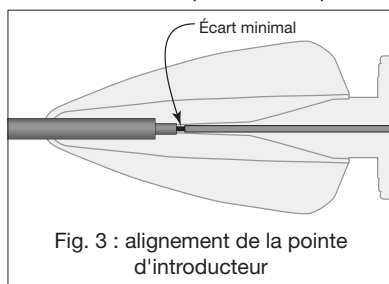

Fig. 3 : alignement de la pointe d'introducteur
2. Insérer délicatement la pointe d'introduction dans la VHR jusqu'à ce qu'elle arrive au bout et soit alignée avec l'embase du microcathéter de perfusion. (Il peut y avoir un petit espace, comme indiqué dans la figure 3, entre la pointe et l'embase, selon le type de microcathéter utilisé.) Serrer délicatement la VHR principale autour de la gaine d'introduction pour empêcher le reflux de sang. Inspecter visuellement l'alignement de la pointe d'introducteur et l'embase du microcathéter pour vérifier qu'il sont bien raccordés.